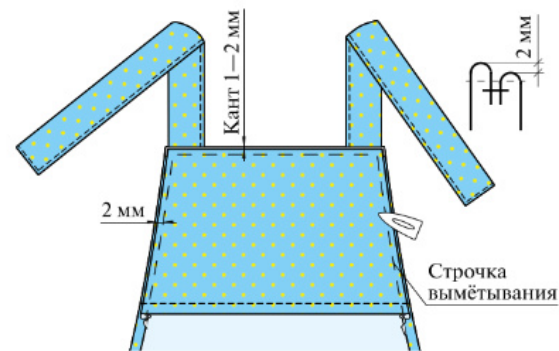

Рис. 6.38. Выметывание нагрудника
Выметайте верхний край фартука со стороны обтачки на расстоянии 2 мм от шва, образуя кант из нагрудника шириной 1—2 мм (кант располагают на изнаночной стороне, чтобы не было видно шва с лицевой стороны фартука). Шов приутюжьте (рис. 6.38).
6. Проверьте качество обработки верхней части нагрудника по следующим критериям: сгибы бретелей располагаются на расстоянии не более 2 мм от углов нагрудника; углы хорошо выправлены; шов обтачивания тщательно выправлен и не виден с лицевой стороны фартука; ширина канта — не более 2 мм (рис. 6.38); шов обтачивания приутюжен с обеих сторон.